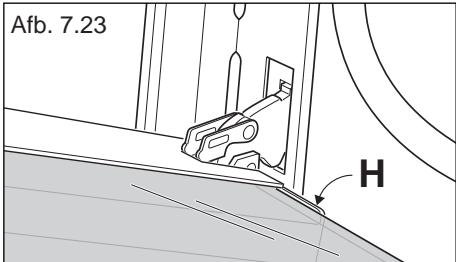

Afb. 7.21
- Controleer of de vier rubber blokjes aangebracht zijn ("D" in afb. 7.21).